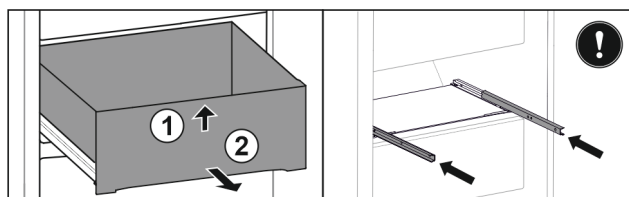

Fig. 123
- ▶ Levante el cajón por delante. Fig. 123 (1)
- ▶ Extraiga el cajón hacia delante. Fig. 123 (2)